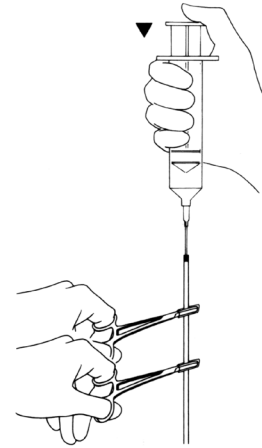

Figure 4-4e. Clamper la manchette
11. Une fois l'air et le liquide expulsés et la manchette complètement vide, procéder à un double clampage de la tubulure de la manchette (un cran uniquement) à l'aide de deux pinces hémostatiques mosquito protégées par de la tubulure, à 3 cm en dessous de l'aiguille, puis à 3 cm encore en dessous du premier hémostat. (Figure 4-4e)